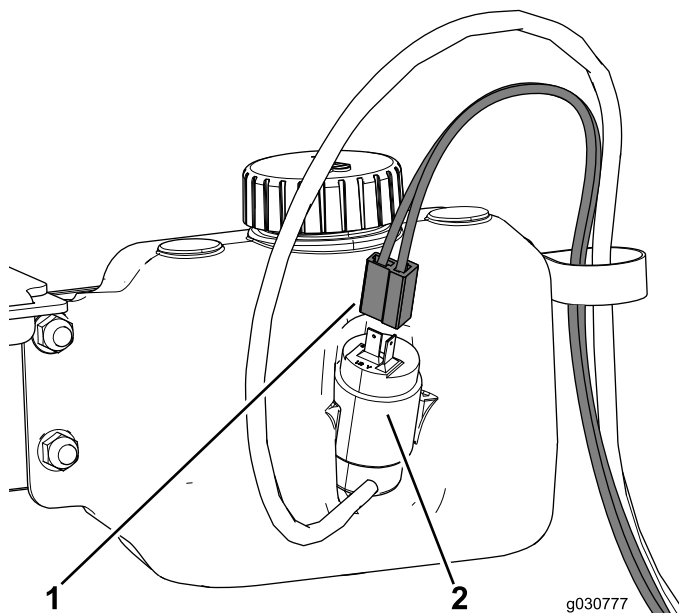

Figura 48
- Disponete il cablaggio preassemblato per il serbatoio lavacrystallo attraverso il serratubi a R e collegatelo al serbatoio lavacrystallo (Figura 48).